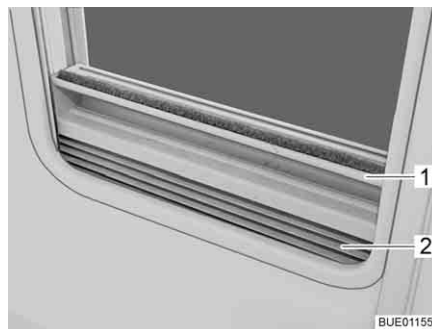

Bild 31 Plisségardin
- Stänga:** ■ Ta tag i mitten på plisségardinens (Bild 31,2) list (Bild 31,1) och drag den nerifån och upp och släpp loss den vid önskad höjd. Plisségardinerna stannar på denna höjd.